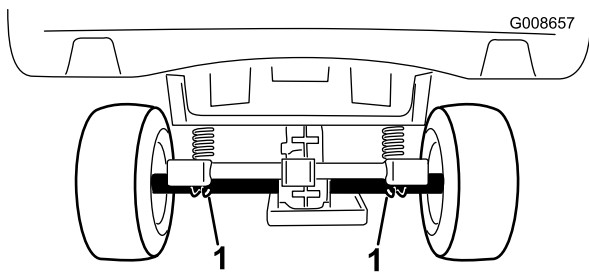

Figure 26
- Le point de levage arrière est situé sous les tubes d'essieu (Figure 26).